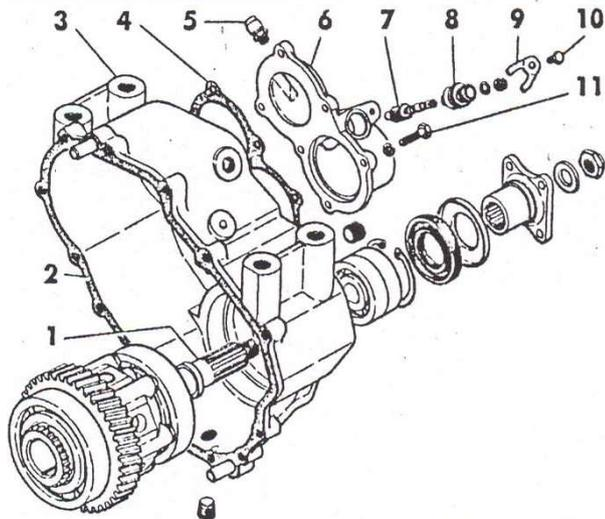

Рис. 6.8 Детали заднего картера раздаточной коробки
- отвернуть болты **11** (Рис. 6.8) крепления задней крышки **6** подшипника первичного вала и снять заднюю крышку;
При разборке задней крышки раздаточной коробки необходимо отвернуть болт **10** (Рис. 6.8) и снять стопор **9**, после этого извлечь из крышки штуцер **8** и ведомую шестерню **7** привода спидометра.